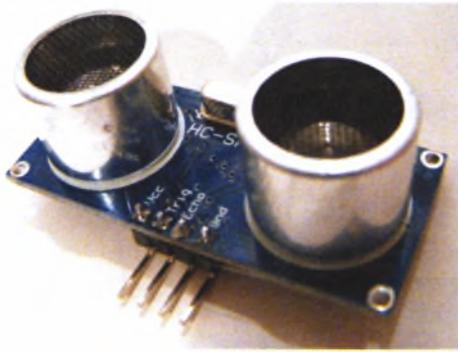

РИСУНОК 18.2
1. Установите ультразвуковой датчик на макетную плату. Датчик, который мы используем в этом проекте, имеет четыре ножки, как показано на рис. 18.2. Подключите ножку GND датчика к шине заземления, ножку VCC — к шине питания, а ножки Trig и Echo — к контактам 12 и 13 платы Arduino соответственно.